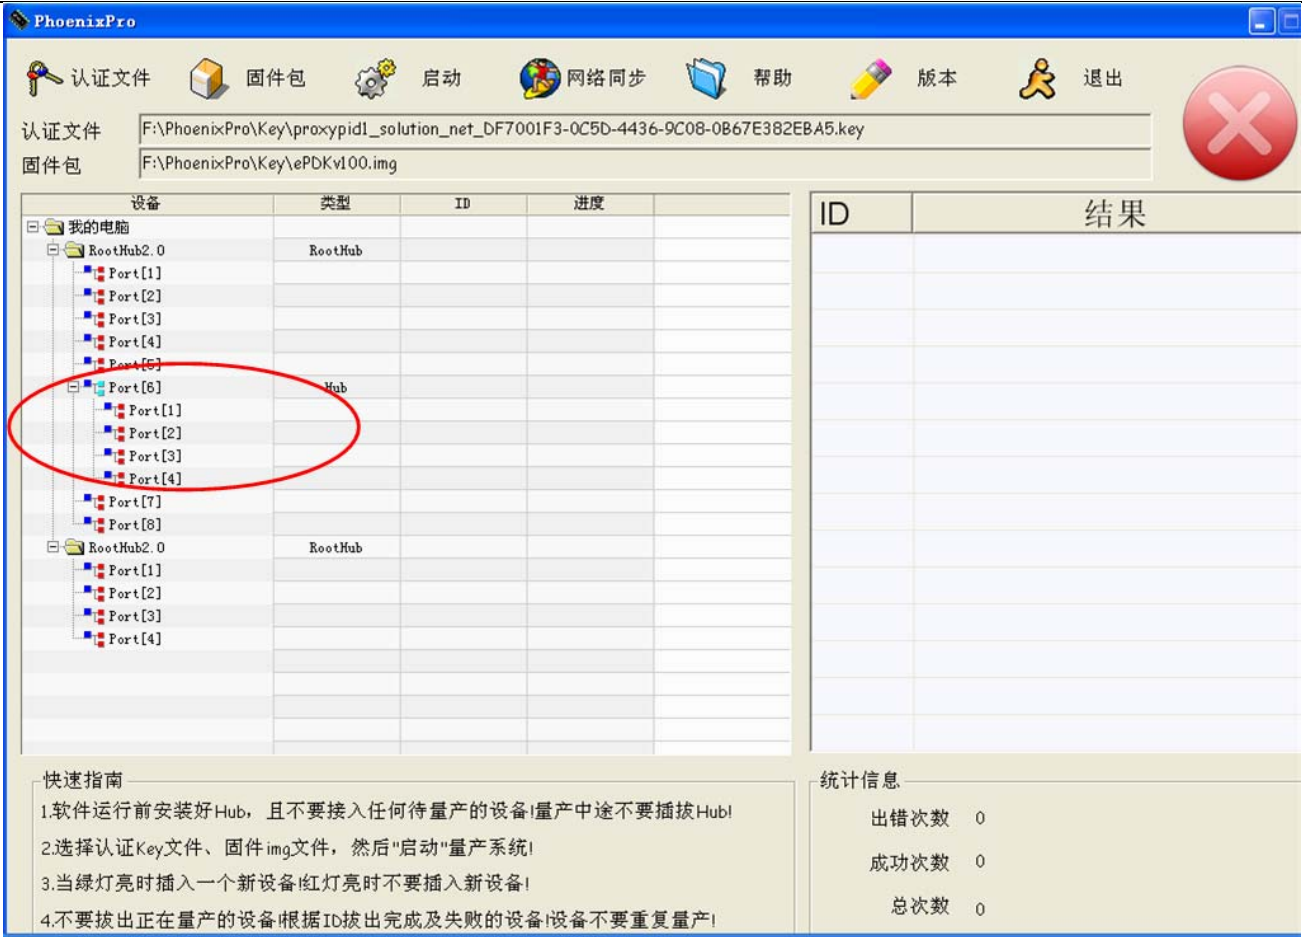
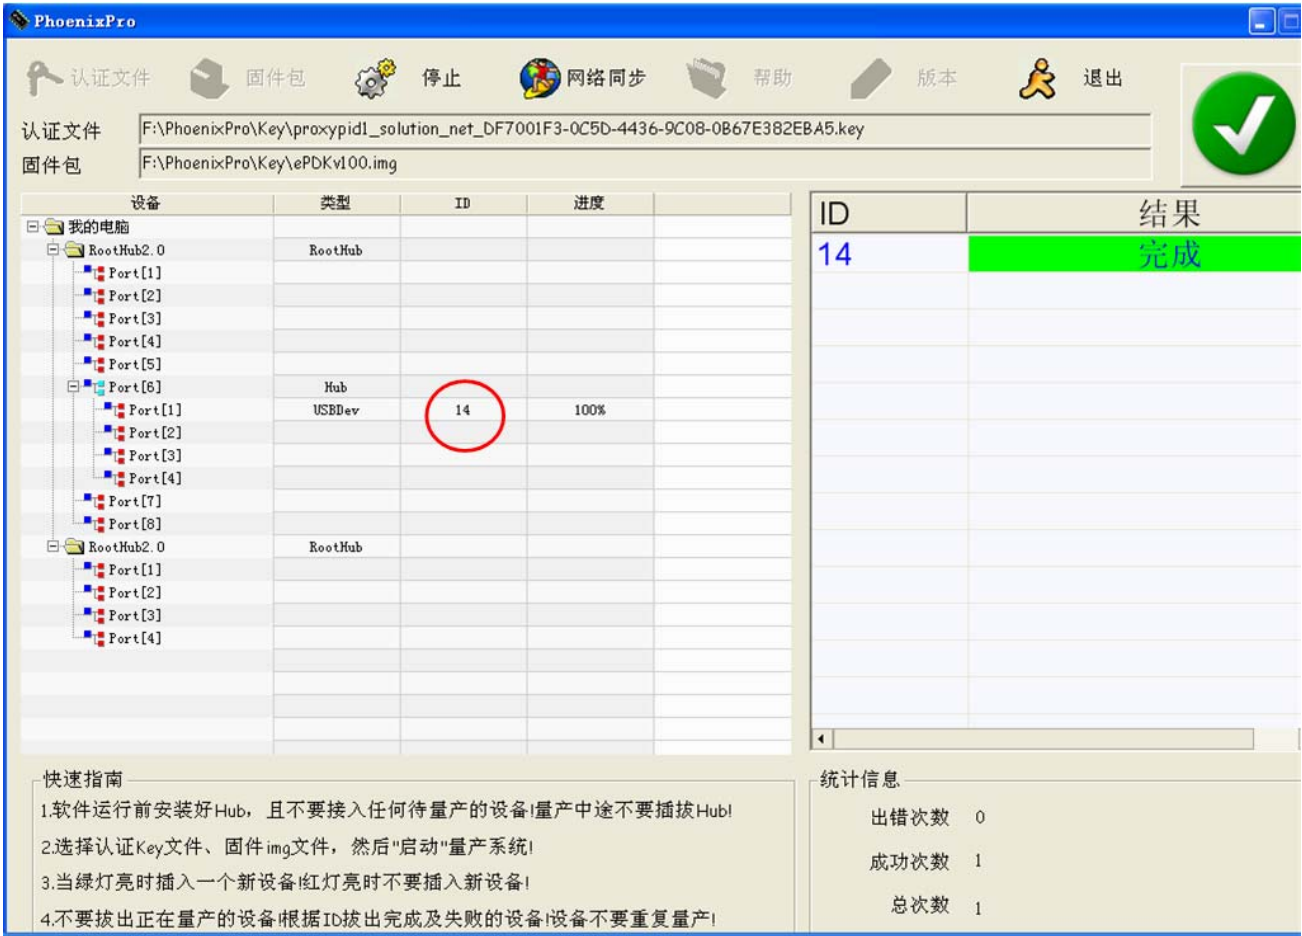

图 3.7 量产软件已经检测到 HUB
图 3.8
- ① HUB 的插法。HUB 必须插在电脑的后置 USB 口上，不要插在前置 USB 口上。
- ② HUB 供电。确保插上 HUB 电源，并且电源开关已经打开。
- ③ 检查 HUB 是否被识别。打开量产软件，检查软件是否识别到 HUB，如图 3.7 所示
- ④ 检查每一个 USB 端口是否正常工作。
- ⑤ 给每一个 HUB 口和 USB 线标记 ID 号。拔出 HUB 上的所有 USB 设备，启动量产软件，向 HUB 的 USB 口挨个插入设备，根据主界面显示的 ID 号，给每个 HUB 口做标记，并且给插入 HUB 的 USB 线做标记。如图 3.8 所示，图中 HUB 的 2 号端口的 ID 为 14，在端口和 USB 线上做标识“ID-14”。如果主界面显示 ID-14 的设备量产成功，此时操作员就可以拔下标记为“ID-14”的 USB 线上的设备。